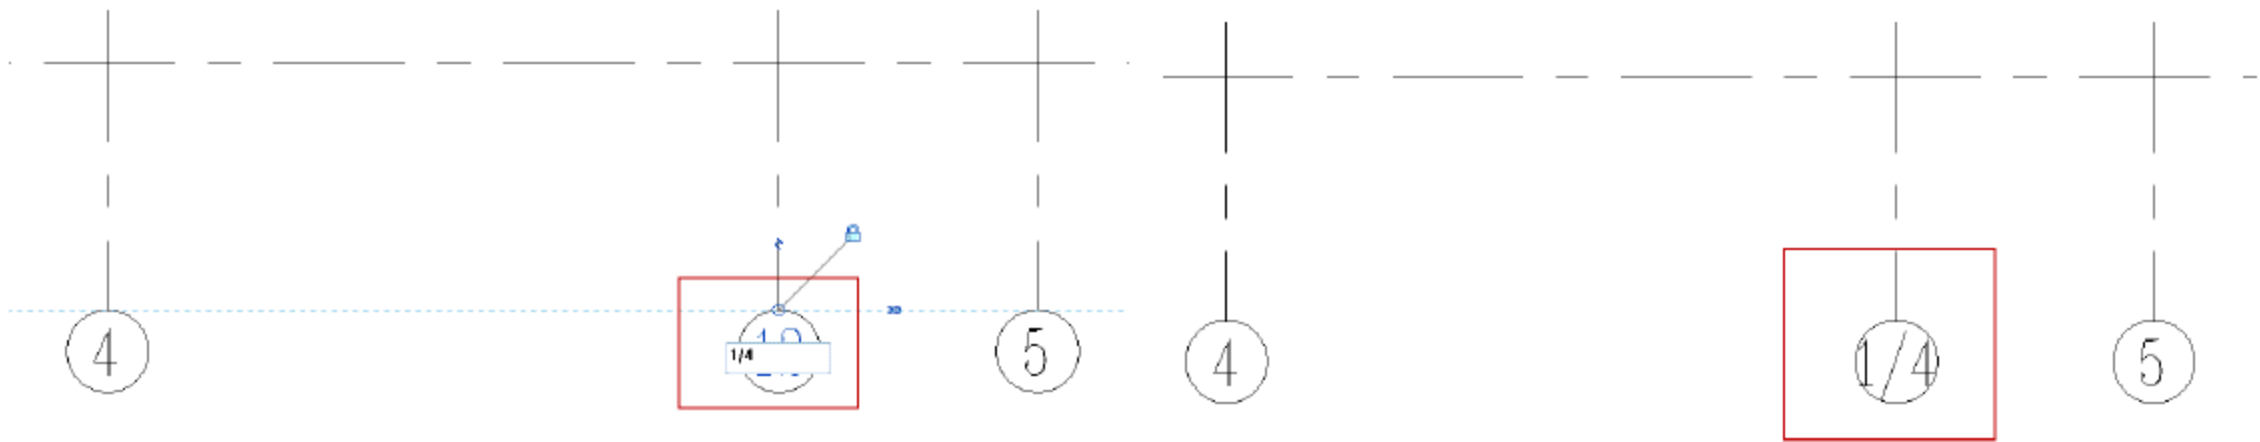

图 1.3.20 附加轴线
(15) 更改轴线名称。双击已经绘制好的附加轴线轴头，在在位编辑框中输入 1/4 轴，如图 1.3.19 所示。单击屏幕空白处，完成操作，出现 1/4 轴的附加轴线，如图 1.3.20 所示。